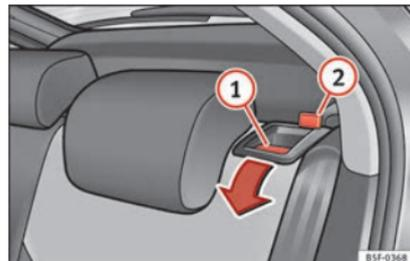

Abb. 154 Entriegelungshebel der Rückenlehne.
- Entriegelungshebel » » **Abb. 154** ① in Pfeilrichtung drücken.
- Klappen Sie die Rückenlehne zurück, bis sie korrekt einrastet » » ⚠. Bei korrektem Einrasten ist die rote Markierung der Führung nicht mehr zu sehen » » **Abb. 154** ②. » »